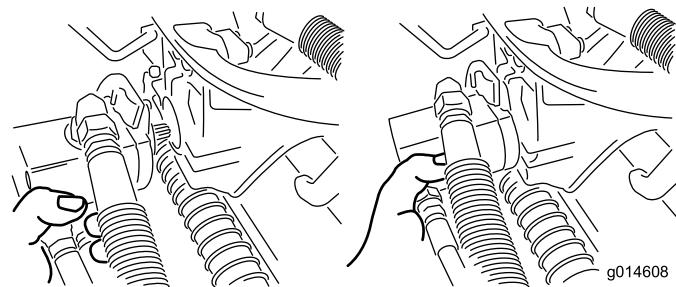

Bild 36
- 3. Legen Sie den Motor am Aufbewahrungsort vorne am Aufhängearm ab (Bild 36).